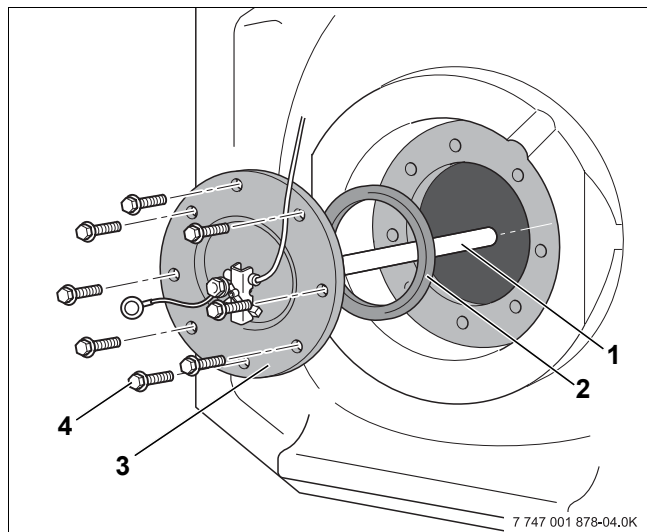

Рис. 13 Демонтаж крышки люка
- Вывернуть болты (рис. 13, **поз. 4**) из крышки смотрового люка (рис. 13, **поз. 3**).
- Снять с бака крышку люка вместе с магниевым анодом (рис. 13, **поз. 1**) и уплотнением крышки люка (рис. 13, **поз. 2**).